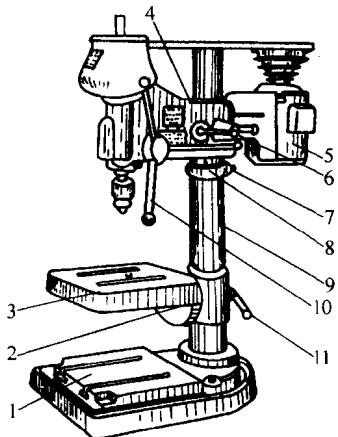

图 1-10 台式钻床
(1) 台式钻床 台式钻床是一种小型钻床，一般用来钻削直径在 13mm 以下的孔。钻床的规格是指钻孔的最大直径。图 1-10 所示的是一种最常见的台式钻床。电动机 5 设有五级 V 带，可使主轴获得五种转速。台架 4 连同电动机 5 与五级带轮可在立柱上作上下移动，同时也可绕立柱 9 任意转动。工作台 3 也可在立柱 9 上作上下移动和绕立柱 9 转动。当加工小工件时，可将工件放在工作台